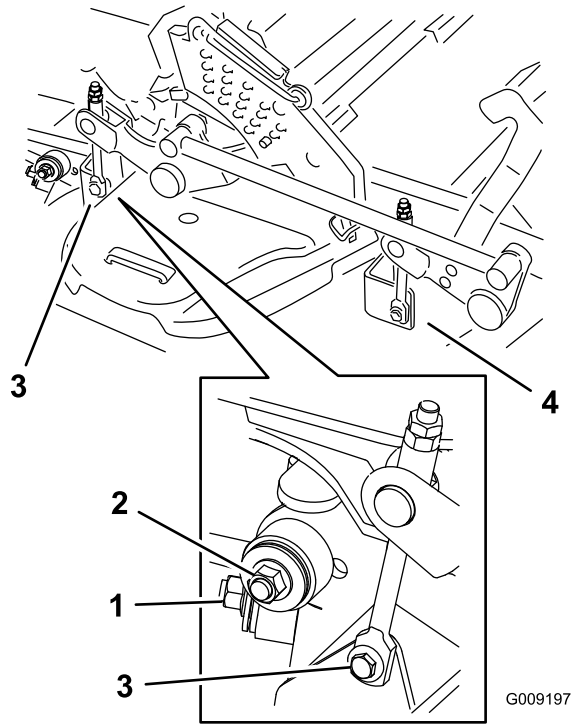

Figura 102
- Retire y guarde los herrajes de ambos lados de la carcasa, según se muestra en Figura 102.